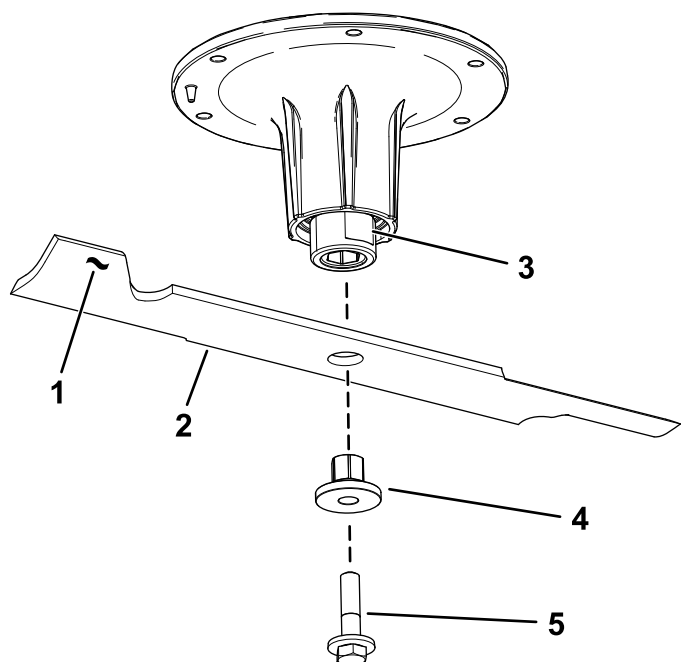

Figura 76
2. Îndepărtați urubul lamei, buca și lama de pe arborele axului (**Figura 76**).